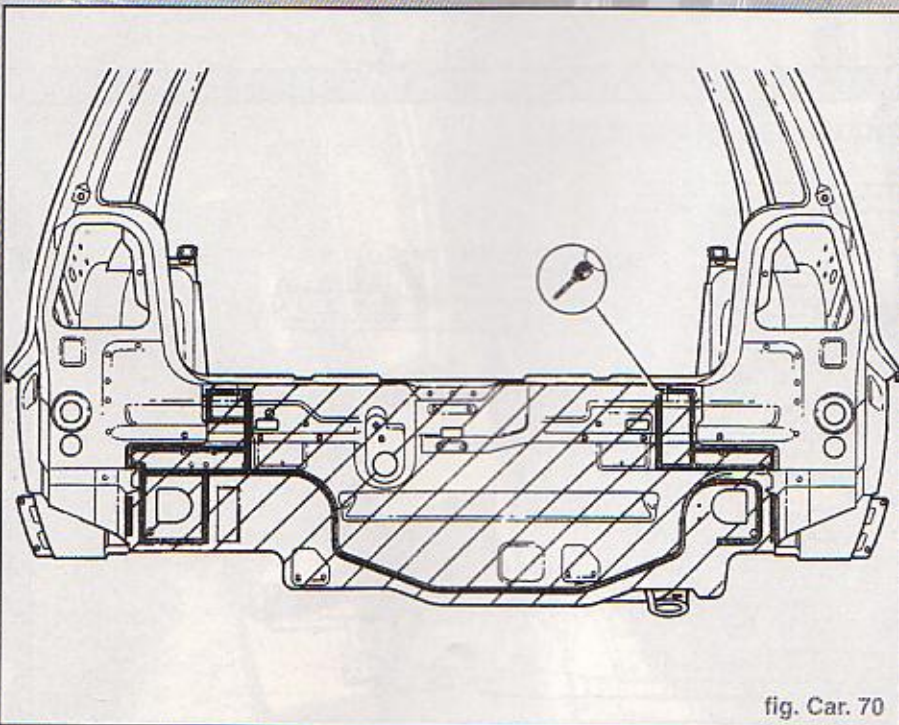

fig. Car. 70
- Zone de découpe (fig. Car. 70)